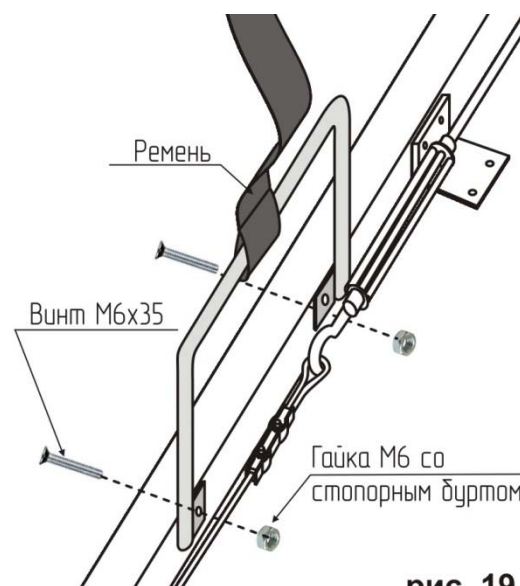

рис. 19
17. Перевести кровать в горизонтальное положение и установить ограничители матраса. Одеть ремень на ограничитель матраса и зафиксировать ограничитель с внутренней стороны ортопедического основания с помощью винтов М6х35 и гайки М6 со стопорным буртом (рис.19).